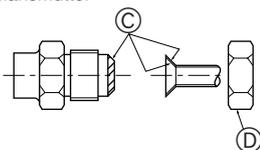

Fig. 4-1
4.2. Anslutningsrör (Fig. 4-1)
- Ⓐ (Fig. 4-1)
- Ⓑ (Fig. 4-1)